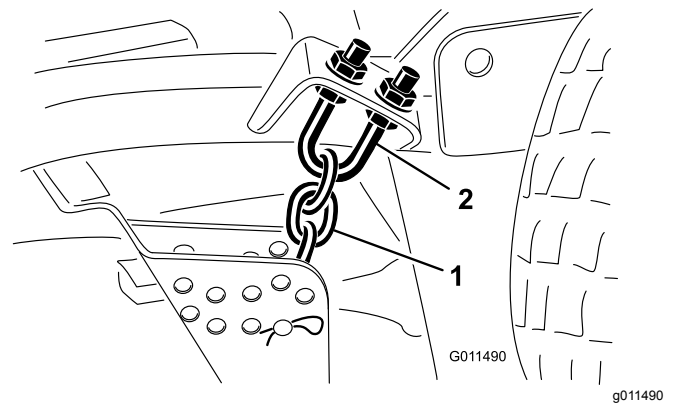

Figura 82
1. Afloje las contratuercas en la parte superior o inferior del perno en U de la cadena de altura de corte (Figura 82).